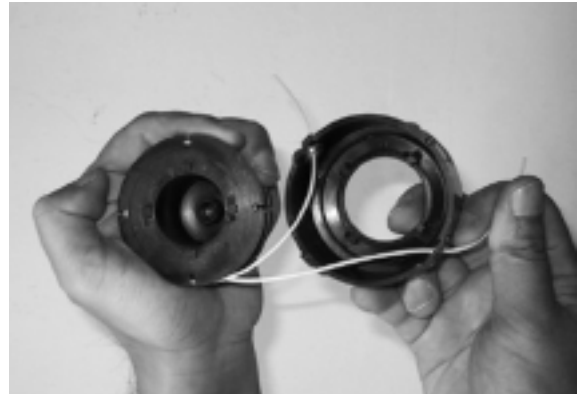

Fig. 20
7. Inserte la línea a través de cara ojal en el portador del rotor y deslice el rotor en el portador. (Fig. 20)